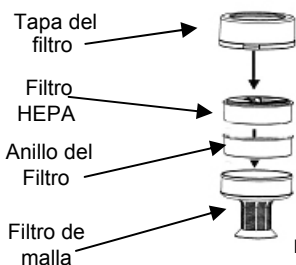

Fig. 15
2. Para separar los filtros, agarre el filtro de malla de la parte de abajo y tire hacia afuera. Luego saque el filtro HEPA del filtro de malla. (Fig. 15)